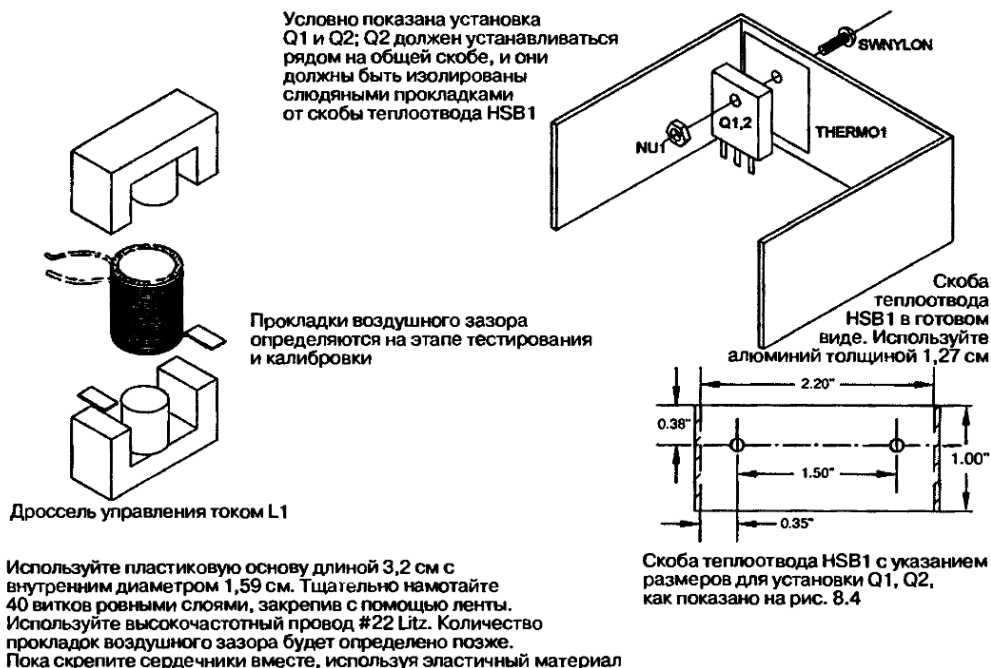
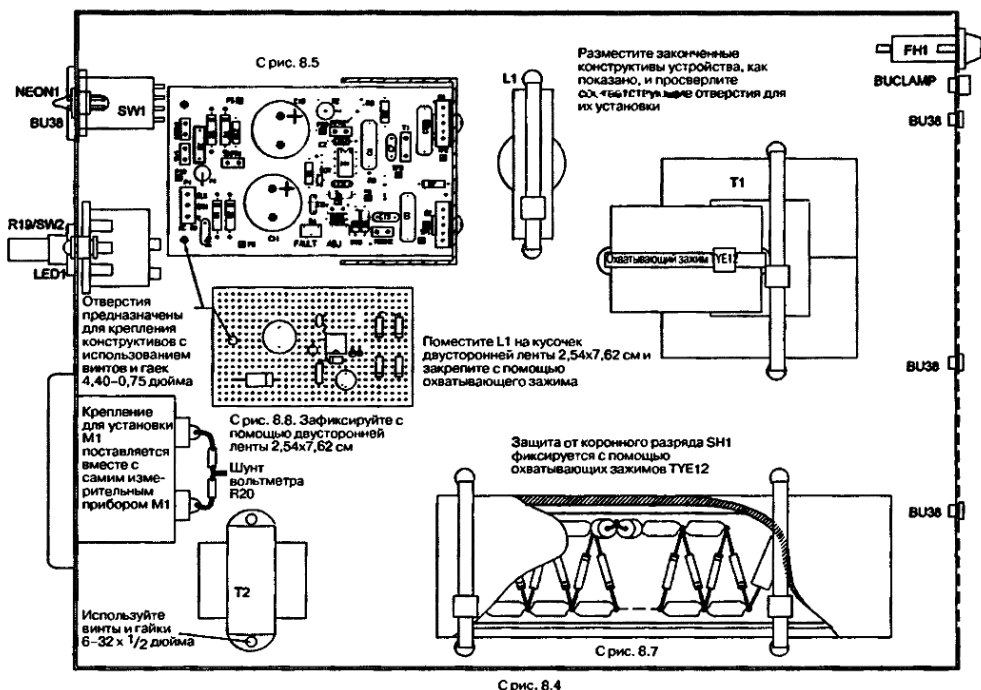

Рис. 8.8. Сборка составных узлов и специальные детали
Рис. 8.9. Сборка корпуса модуля источника питания с указанием расположения и крепления компонентов
| HSB1 | | Скоба теплоотвода для установки двух полевых p-канальных транзисторов Q1, Q2, см. рис. 8.8 |
| COV1 | | Алюминиевая крышка, см. рис. 8.9 |
5. Соберите теплоотвод для Q1 и Q2 в виде скобы и катушку индуктивности для контроля тока L1, как показано на рис. 8.8. Важно, чтобы отверстия для Q1 и Q2 были тщательно выровнены и не имели заусенцев. Контакты не должны испытывать механического напряжения, и корпус транзистора должен иметь полный контакт со скобой для эффективного отвода тепла от транзисторов Q1 и Q2.
— HSB1 с рис. 8.8
6. Поместите сборочные узлы в основной корпус, как показано на рис. 8.9. Следуйте расположению деталей и сверлите отверстия по ходу выполнения работ (см. рис. 8.8). Высоковольтные компоненты фиксируются на своих местах с помощью охватывающих креплений. Другие компоненты закрепляются с помощью обычных винтов и гаек.
7. Отключите питание, поместите слой ленты или аналогичного материала около 0,25 см для первой установки воздушного зазора (см. рис. 8.8). Повторите это, увеличивая зазор, до тех пор пока не получите показанную на рисунке форму волны для TP2. Вы должны иметь подъем пикового тока в TP2 7–8 А при балласте 60 Вт на линии. Эта величина тока при снятии балласта увеличится примерно до 10 А. Нашему лабораторному устройству потребуется величина зазора 0,076 см.